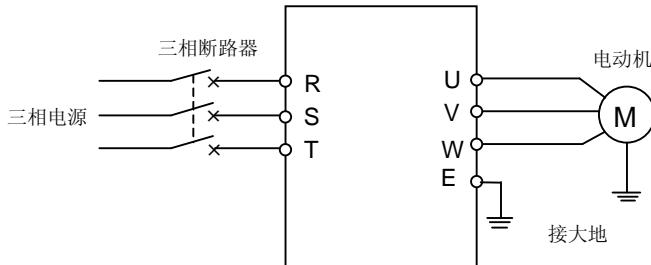

图 4-2 简单运行接线图
- ① 按图 4-2 接线；
- ② 确认接线无误后合上电源开关，接通电源，变频器先显示 "Poff"，稍后显示 "0"，辅显示短暂显示软件版本。
- ③ 确认频率设定通道为面板数字设定方式 ( $[F0.1] = 0$ )；
- ④ 根据变频器拖动电动机的额定铭牌数据，确认是否对参数[F1.3]、[F1.4]进行设置；
- ⑤ 按 **FWD** 键启动变频器，变频器输出 0 频率，显示 "0.0"；
- ⑥ 按 **▲** 键，增大设定频率，变频器的输出频率增加，电机转速加快；
- ⑦ 观察电机的运行是否正常，若有异常立即停止运行，并断电，查清原因后再运行；
- ⑧ 按 **▼** 键减小设定频率；
- ⑨ 按 **STOP** 键停止运行；并切断电源开关。